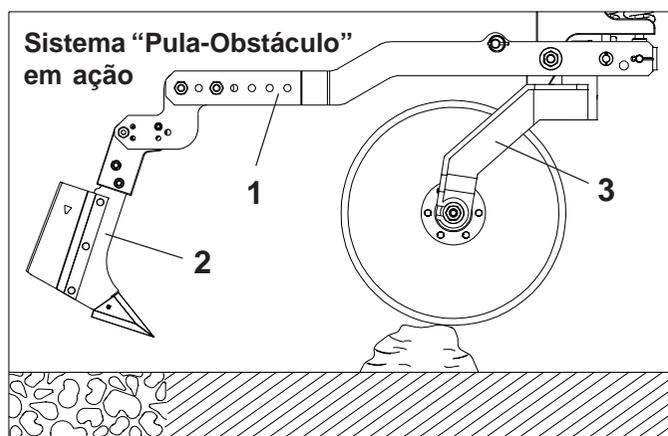

FIGURA 96
- Ativando o sistema “pula-obstáculo”, o braço (1) do sulcador (2) fica firmemente ligado ao suporte do disco duplo (3). Assim, surgindo um obstáculo, o disco de corte é forçado para cima, levantando o sulcador, ou seja “pulando o obstáculo”, conforme mostra a figura 96.